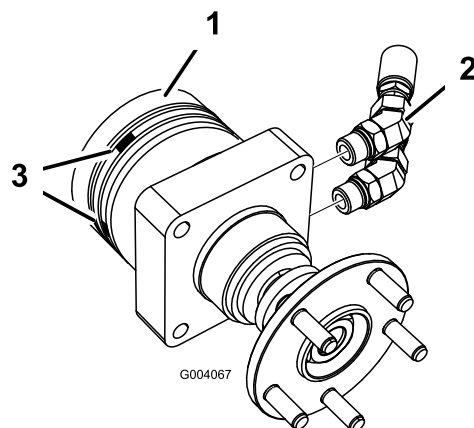

Figura 2
4. Montate due raccordi idraulici a 45° in ciascun gruppo del motore della ruota (Figura 2). Posizionate i raccordi in modo che siano rivolti direttamente indietro.